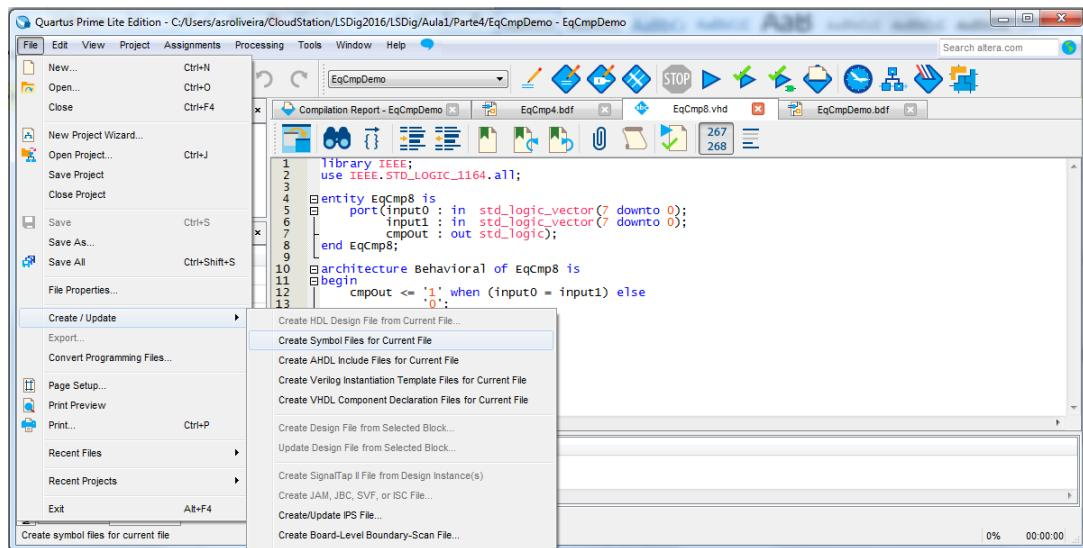

Figura 66 – Criação de um símbolo para o módulo “EqCmp8”.
- 10.** Crie um símbolo para o módulo descrito no ficheiro “EqCmp8.vhd”, tal como ilustrado na Figura 66, de forma a poder instanciá-lo num diagrama esquemático.